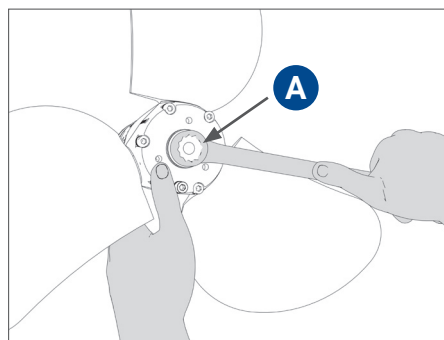

FIG. 4 Vissage de l'écrou de serrage
- Visser l'écrou de serrage **A** (**Fig. 4**) en appliquant un couple de serrage approprié (selon le type d'écrou, comme conseillé dans le TABLEAU DES COUPLES DE SERRAGE). Lors du serrage, faire tourner délicatement les pales et serrer progressivement l'écrou jusqu'à atteindre le couple de serrage indiqué.